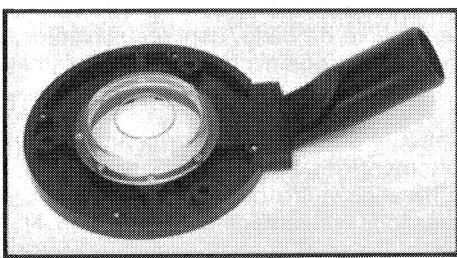

Fig. 3
2. Utilisez deux vis No. 8-32 x  $\frac{1}{2}$  po (tirées du jeu de ferrures de montage) afin d'assembler le connecteur de flexible à la base de l'aspirateur (voir Fig. 3).